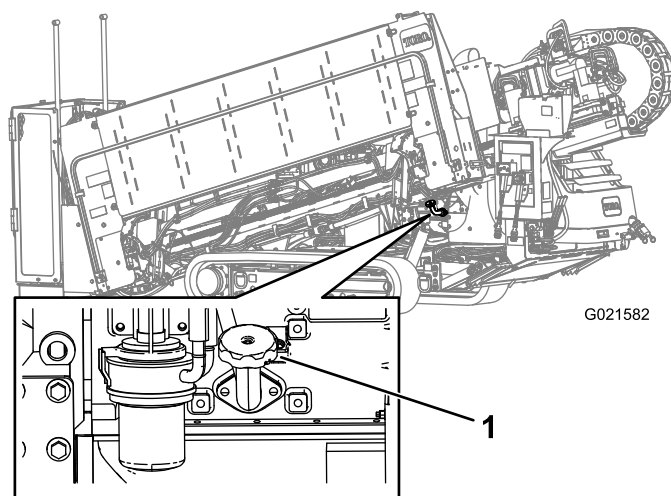

Рисунок 123
- A. Снимите крышку заливной горловины (Рисунок 123) и добавьте масло, пока его уровень не достигнет отметки «Высокий». **Не допускайте переполнения.**